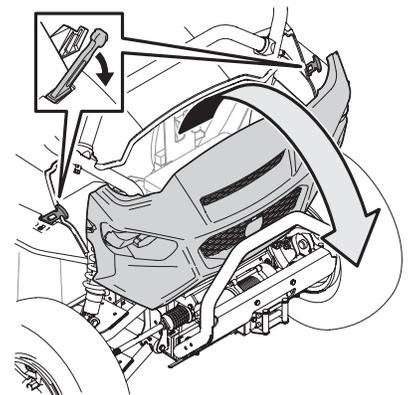

Figure 4-7
- Décrochez les loquets du capot, puis abaissez le capot. Voir Figure 4-7.